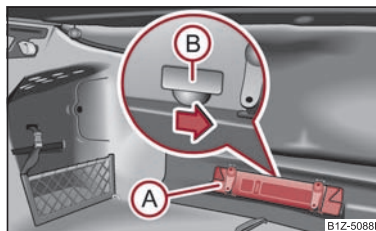

Fig. 29 Descuriera de urgență a capacului portbagajului
- Scoateți triunghiul reflectorizant* (A) ⇒ fig. 29.
- Apăsați maneta de deblocare în sensul indicat de săgeată, pentru a descuria capacul portbagajului. Maneta se găsește sub capacul (B).